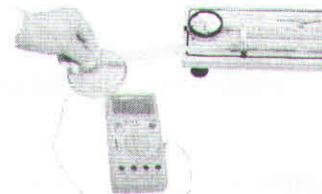

Figura 10
- **O ponto 1:** Coloque o termopar dentro da mangueira de saída - **Figura 10.**